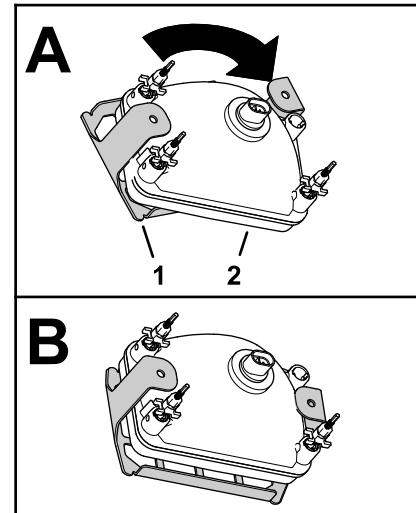

Figura 45
- 4. Montate le protezioni dei fari sui fari, come illustrato nella Figura 45.
- 7. Fissate la protezione del faro alle relative staffe di montaggio (Figura 45) con i 4 bulloni a testa flangiata (5/16" x 5/8").